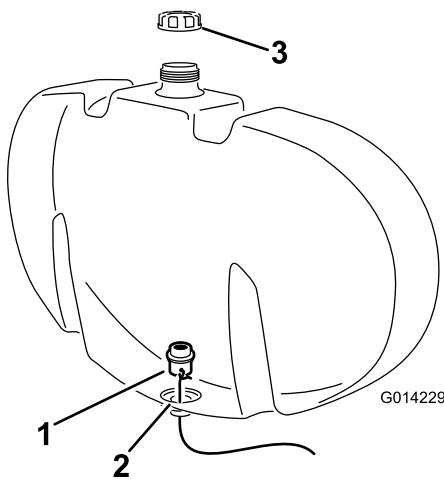

Figura 7
- E. Usate il filo per guidare il diaframma verso il foro sulla parte inferiore del serbatoio (Figura 7).
- F. Collocate il diaframma in posizione accertandovi che la guarnizione pulita si trovi a contatto della parete interna del serbatoio di lavaggio (Figura 7).